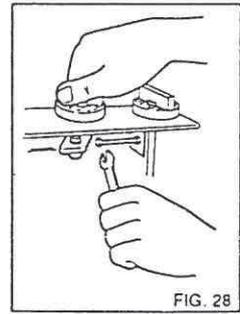

FIG. 28
- 3) Die Kontermutter der Einstellschraube (Fig.28) lösen und die Einstellschraube nachstellen, bis der Seitenbesen den Boden berührt.